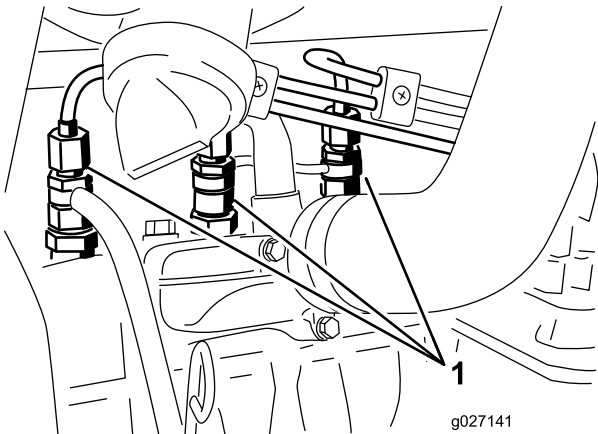

图60
1. 松开与 1 号喷嘴和固定器组件的管道连接 (图 60)。